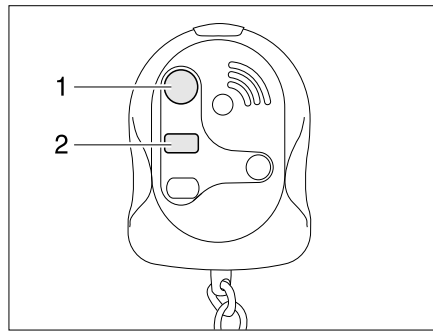

Bild 81 Fernbedienung
- Vorzeltleuchte ein- und ausschalten (Bild 81,1)
- Baldachinbeleuchtung ein- und ausschalten (Bild 81,2)